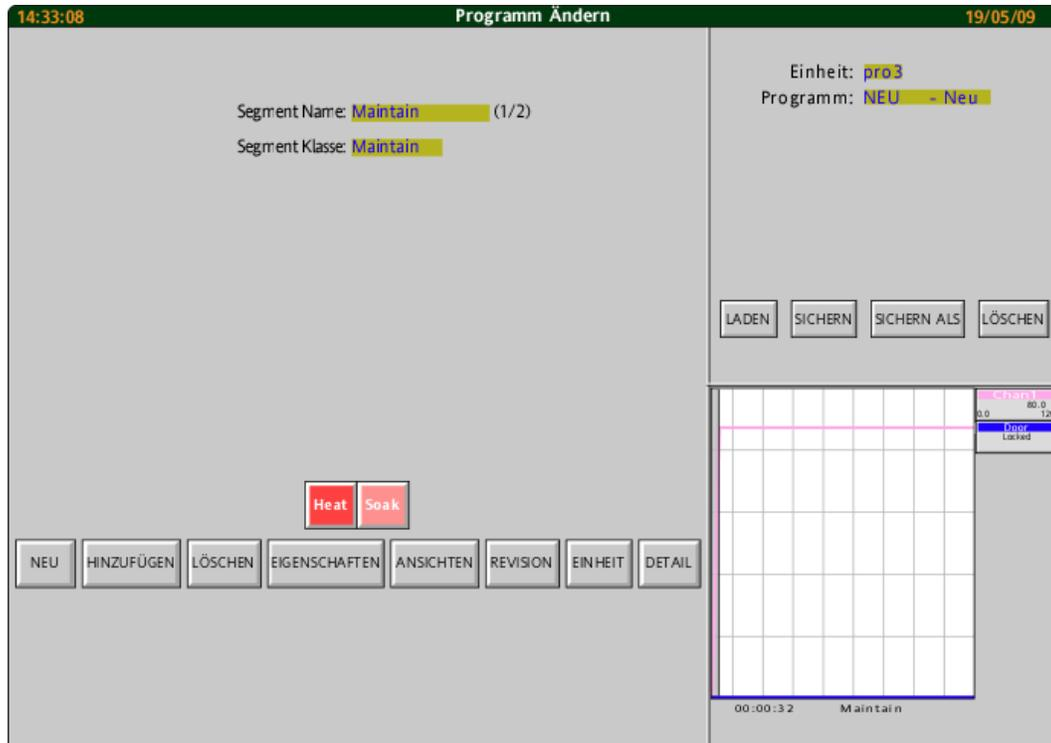

Abbildung 4.12.3b Hinzufügen eines zweiten Segments
5. Betätigen Sie erneut die Taste 'EINFÜGEN'. Das 'Segment hinzufügen' Fenster erscheint mit dem vorgegebenen nächsten Segment (Maintain) (Abbildung 4.12.3b).